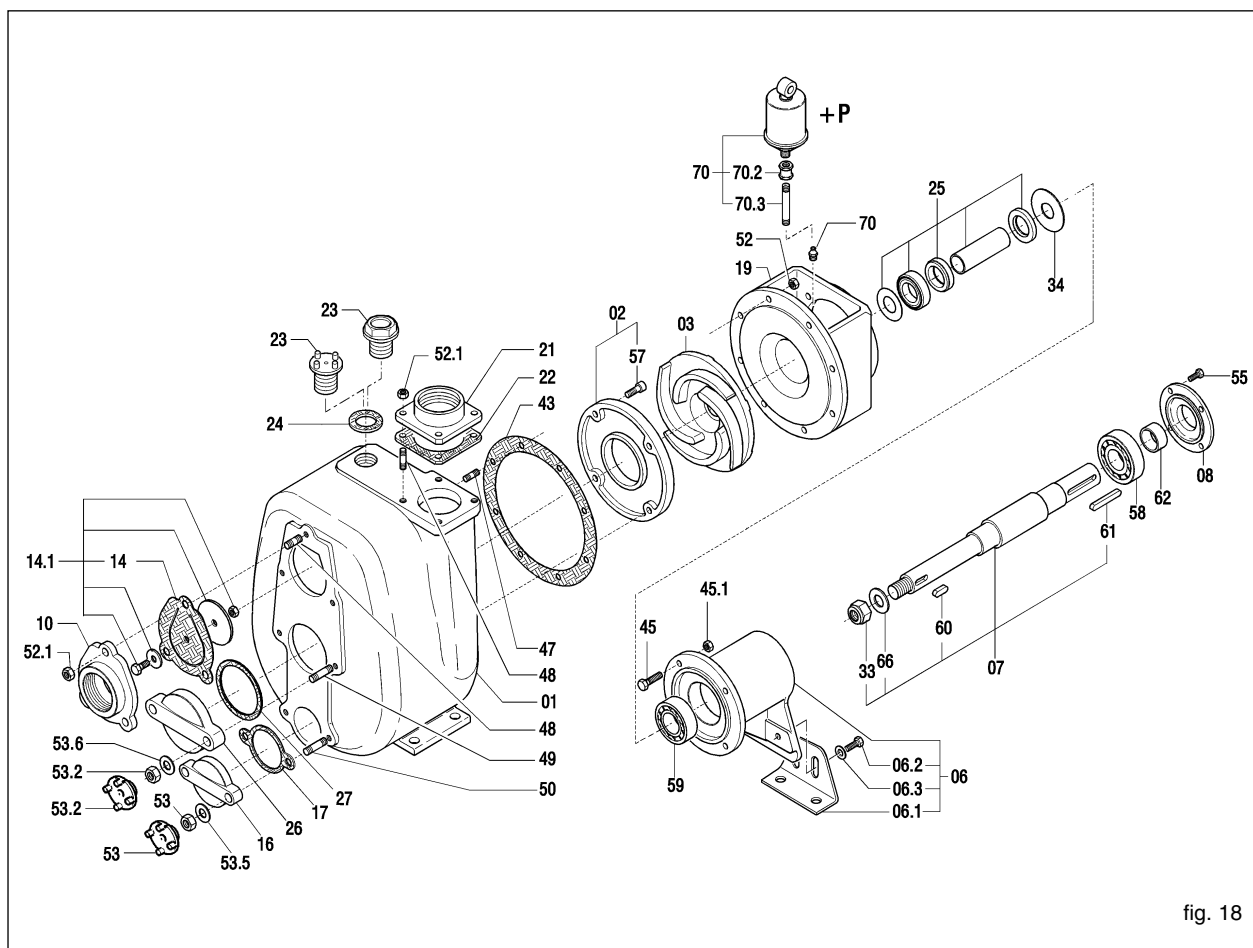

fig. 18
12.2 Remplacement de la turbine (fig. 18)
- Dévisser les écrous (52) et enlever le corps de la pompe en veillant à ne pas abîmer le joint (43).
- Bloquer la turbine (03) et dévisser l'écrou à blocage automatique (33).
- Remplacer éventuellement le joint (43).
12.3 Remplacement de la plaque d'usure (fig. 18)
- Dévisser les vis à tête hexagonale encastrée (57).
- Enlever et remplacer la plaque d'usure (02).
12.4 Remplacement de la soupape (fig. 18)
- Retirer le porte-soupape (10).
- Retirer la soupape (14).
- Nettoyer le logement de la soupape du porte-soupape (10) et le remonter.
12.5 Remplacement de la garniture de type 1 ou 2 (référence fig. 18, 19 et 20).
- Bloquer la turbine (03) et enlever l'écrou à blocage automatique (33).
- Retirer le porte-moteur (19). La partie tournante de la garniture (40) montée sur l'entretoise (31) s'enlève automatiquement en même temps que celui-ci.
- Enlever la contre-face (39) ainsi que le joint correspondant (38) du porte-moteur.
- Démontez le pare-huile (41).
12.7 Entretien des roulements (fig. 18)